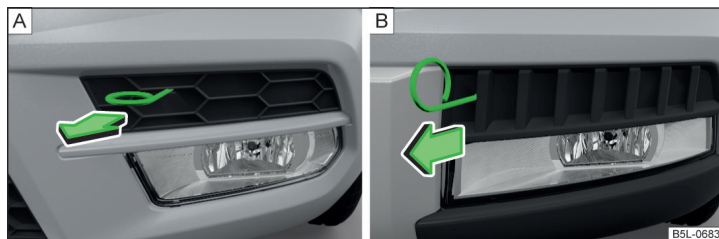

Fig. 199 Grille de protection : variante 1/variante 2
- Détachez la grille de protection dans la zone de la flèche » fig. 199 à l'aide de l'étrier servant au retrait des enjoliveurs intégraux de roue » page 210, *Outil-lage de bord*.
Avant de remplacer une ampoule, démontez d'abord le feu antibrouillard » fig. 199 à la page 230 ou » fig. 200 à la page 231.